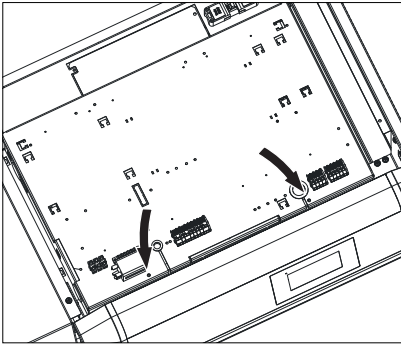

Fig. 139 2 Schrauben bei Deckel entfernen und Deckel aufklappen
- 2 Schrauben bei Deckel vom Schaltfeld entfernen und Deckel aufklappen – Fig. 139.